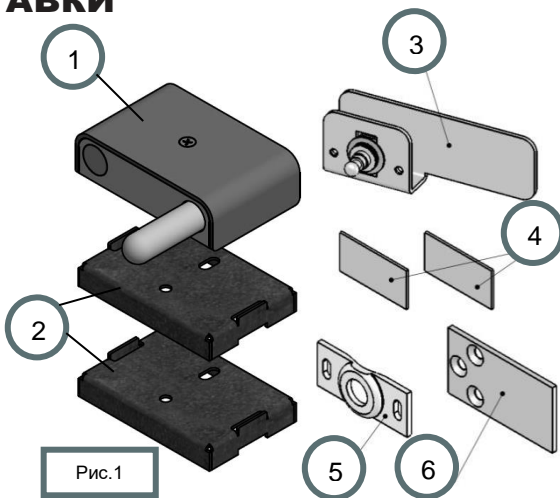
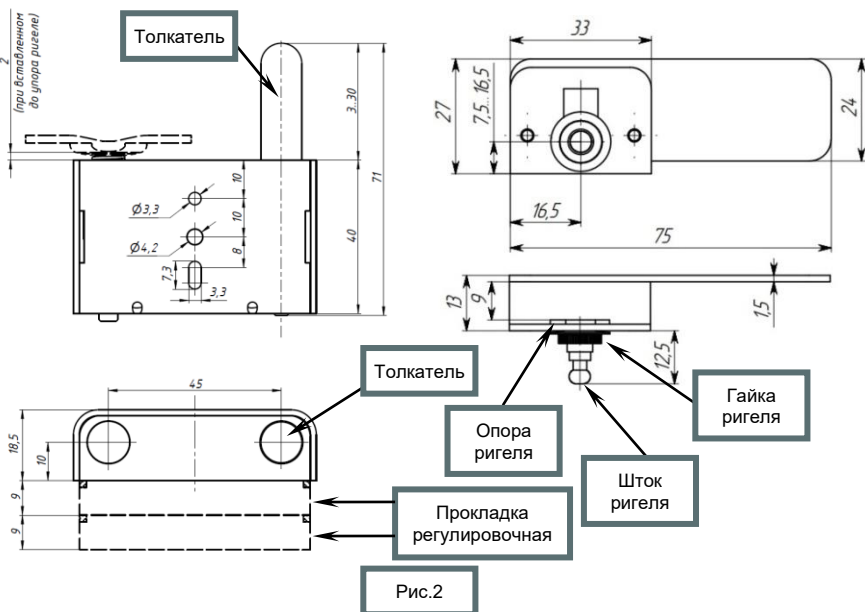

Рис.1
Рис.2
2. Оставив одну дверь открытой, вставьте ригель в замок **1** (рис.1) и закрепите замок на основании так, чтобы ригель входил в неё до упора.
3. Для регулировки высоты расположения замка **1** (рис.1) используйте регулировочные прокладки **2** (рис.1) – подложите одну или две прокладки под замок (см. рис. 2)